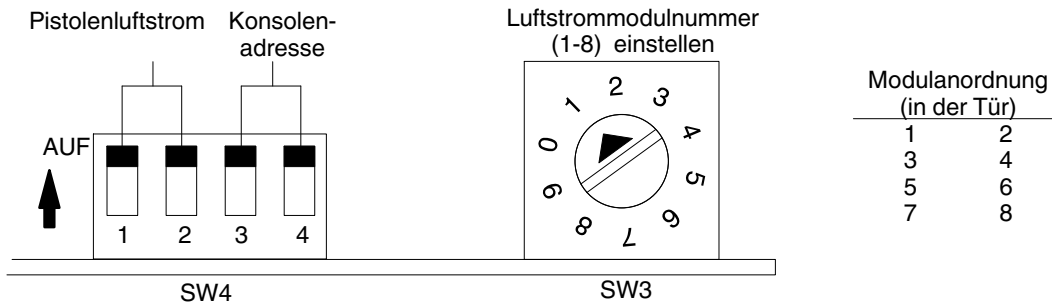

Abbildung 3-3 Adresse des iFlow Moduls
Siehe Abbildung 3-3 und Tabelle 3-1.
**Modulnummer (SW3):** Den DIP-Drehschalter an jedem Modul auf die korrekte Modulnummer einstellen. Die Module sind entsprechend der Modulanzahl in Abbildung 3-3 nummeriert.